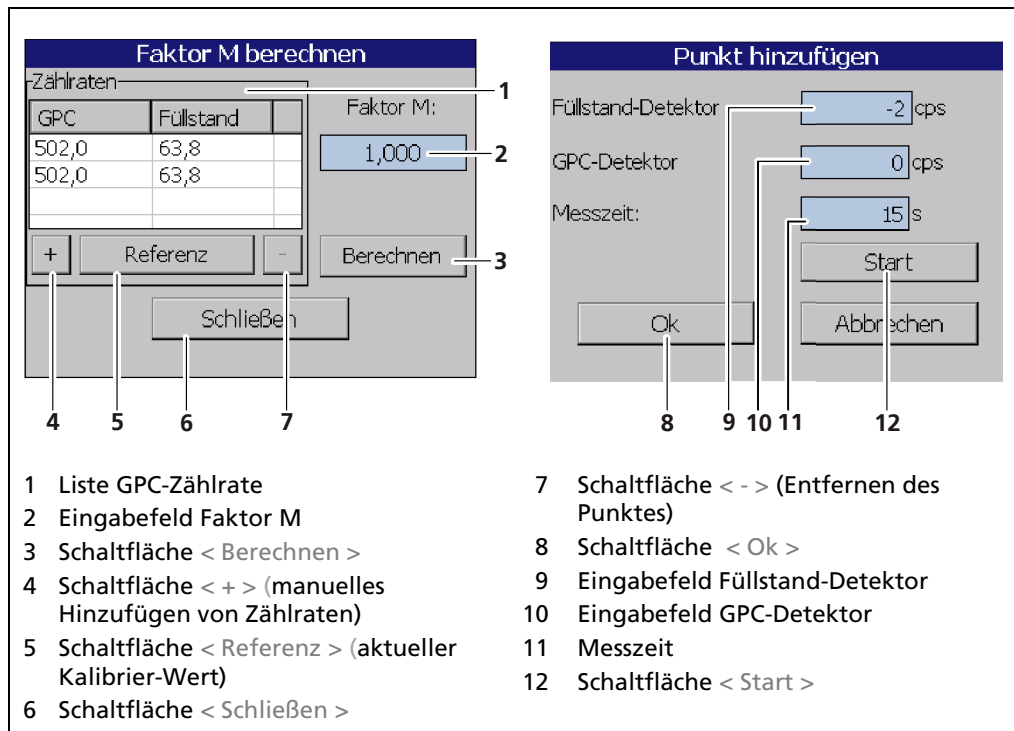

Abb. 96 GPC Kalibrierung: Faktor M berechnen
Um den korrekten Faktor M zu berechnen, muss auf das Eingabefeld für den Faktor M geklickt werden. In dieser Tabelle kann mit < Referenz > (Abb. 96, Pos. 5), der erste Kalibrierpunkt direkt aus den vorhandenen Daten eingefügt werden. Zumindest ein weiterer Punkt ist erforderlich um einen Faktor M berechnen zu können. Dieser zweite Punkt wird idealerweise bei der höchsten vorkommenden Gasdichte aufgenommen. Weitere Punkte bei anderen Gasdichten verbessern die Genauigkeit von Faktor M. Mit der Schaltfläche < Berechnen > (Abb. 96, Pos. 3) wird der Faktor M, anhand der Tabellenwerte, berechnet.
- Klicken Sie auf die Schaltfläche < + > (Abb. 96, Pos. 4), um einen neuen Punkt hinzuzufügen. Hierzu muss der Druck im Behälter verändert werden.
- Klicken Sie auf das Eingabefeld „Messzeit“ (Abb. 96, Pos. 11) und geben Sie eine Messzeit ein. Bestätigen Sie mit der Eingabetaste.
- Klicken Sie auf die Schaltfläche < Start > (Abb. 96, Pos. 12). Stellen Sie sicher, dass sich der tatsächliche Füllstand im Behälter während der Messzeit nicht über 0% ansteigt.
Bei Standard-Applikationen ist der „Faktor M“ (Abb. 96, Pos.2) nahe an 1 (Default-Wert).
1. Klicken Sie auf die Schaltfläche <Berechnen> (Abb. 96, Pos. 3) um den Faktor M aus der Zählratentabelle zu ermitteln.
- Der Faktor M wurde berechnet und erscheint im Eingabefeld (Abb. 96, Pos. 2).